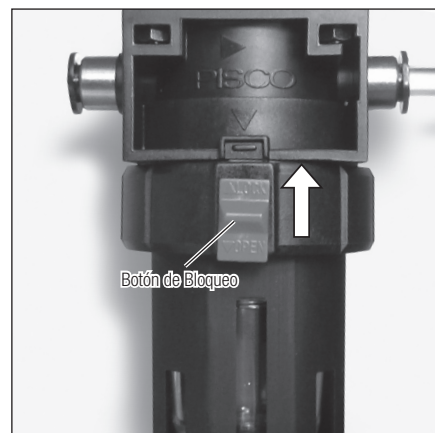

Fig. 39
- 12) Mueva el Botón de Bloqueo rojo hasta la posición "▲ LOCK" para bloquearlo (Fig. 39).